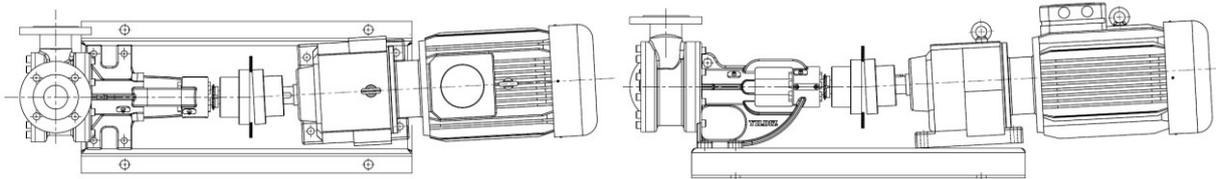

Abbildung 5a. Fehlerhafte horizontale Winkeleinstellung **Abbildung 5b.** Fehlerhafte vertikale Winkeleinstellung
- Einstellfehler können in horizontalen und/oder vertikalen Ebenen auftreten. Fehler in der vertikalen Einstellung können korrigiert werden, indem dünne Bleche unter die Füße der Pumpe oder des Motors/Getriebemotors gelegt werden. Fehler in der horizontalen Einstellung können durch Verschieben der Pumpe oder des Motors/Getriebemotors korrigiert werden, wobei dabei der Platz in den Anschlusslöchern genutzt wird. Die Korrektur von Kupplungseinstellungen ist in **Abbildung 5a, 5b, 5c** bzw. **5d** dargestellt.